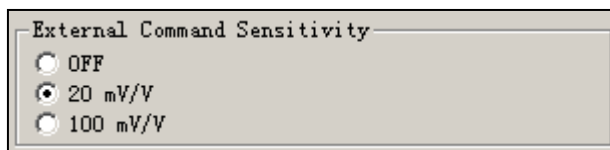

图 5. MultiClamp 700B Commander
- **COMMAND:** 接受来自采样软件（如 pClamp）的命令，外部命令灵敏度（External Command Sensitivity）在 MultiClamp 700B Commander 程序面板 Options/Gains 中选择（图 5）。在电压钳模式，灵敏度的选择可通过降低命令电压的幅度而有效地降低外部命令发生器带来的噪声。共有 3 个选择：OFF、 20 mV/V 和 100 mV/V 。 20 mV/V 表示来自外部命令的 1 V 步阶电压施加给细胞时为 20 mV ，该命令被缩小了 50 倍；同理， 100 mV/V 使该命令被缩小了 10 倍。 20 mV/V 用于对噪声要求较高时，而 100 mV/V 用于给细胞施加大命令电压、而噪声为